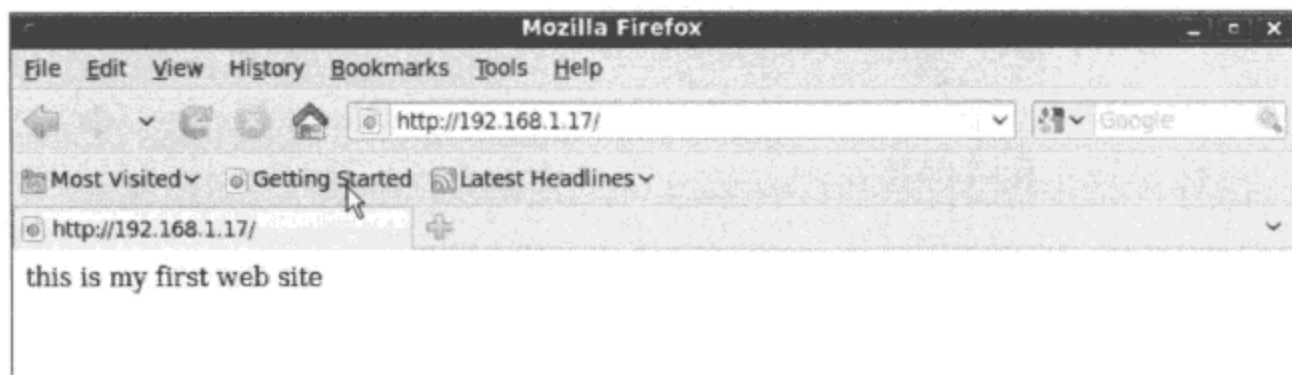

图 7-6 测试 http 服务器
② 在 Linux 机器上启动浏览器访问 HTTP 服务器,看到最终正确的结果如图 7-6 所示。